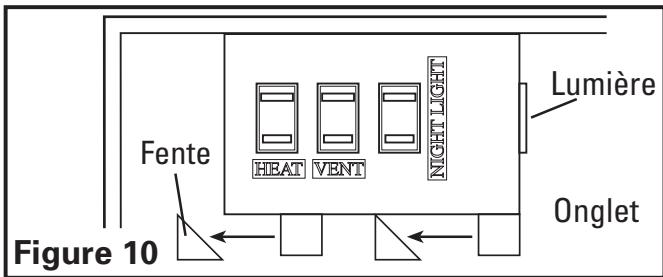

Figure 10
4. Réinstaller le compartiment de câblage en glissant les onglets au bas du couvercle dans les fentes dans le châssis. Assurez-vous que tous les fils sont attachés à l'intérieur du compartiment de câblage et qu'ils ne sont pas coincés ou dénudés. Réinstaller les deux vis enlevées à l'étape 3 de la SECTION 1 Préparation de l'unité (**Figure 10**).